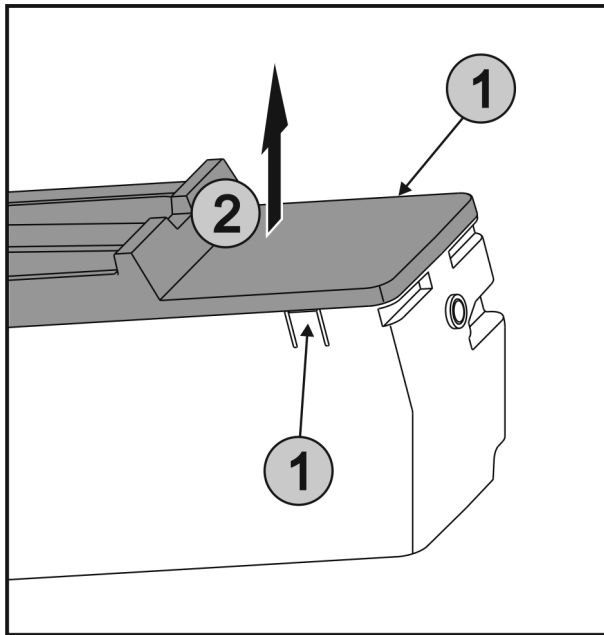

Fig. 48
- ▶ Presionar simultáneamente las lengüetas Fig. 48 (1) a ambos lados del EasyTwist-Ice y extraer la cubierta Fig. 48 (2) hacia arriba.